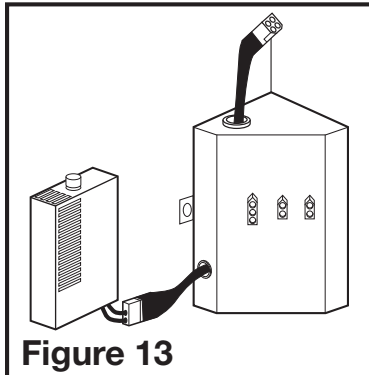

Figure 13
- 3c. **MODÈLES AVEC DÉTECTION D'HUMIDITÉ :** branchez les câbles à 2 broches du ventilateur et les câbles à 3 broches de connexion rapide du moteur dans la prise correspondante située sur le couvercle du compartiment de fil. Connectez le connecteur à deux broches du compartiment de l'hygrostat au connecteur à deux broches du côté du couvercle du logement de fil. Ces câbles ne s'adaptent que dans un sens dans les réceptacles (Figure 13).